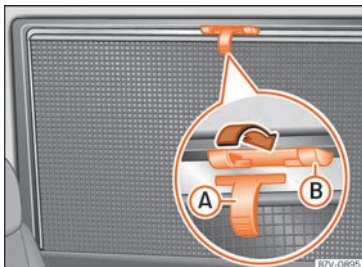

Abb. 127 Im hinteren rechten Fenster: Sonnenschutzrollo.
- Sonnenschutzrollo am hervorstehenden Griff » **Abb. 127** (A) ganz nach oben ziehen.
- Haltestange mit den beiden Ösen in die entsprechenden Halterungen einhängen (B). Prüfen, dass das herausgezogene Sonnenschutzrollo sicher in den beiden Halterungen eingehängt ist (B).